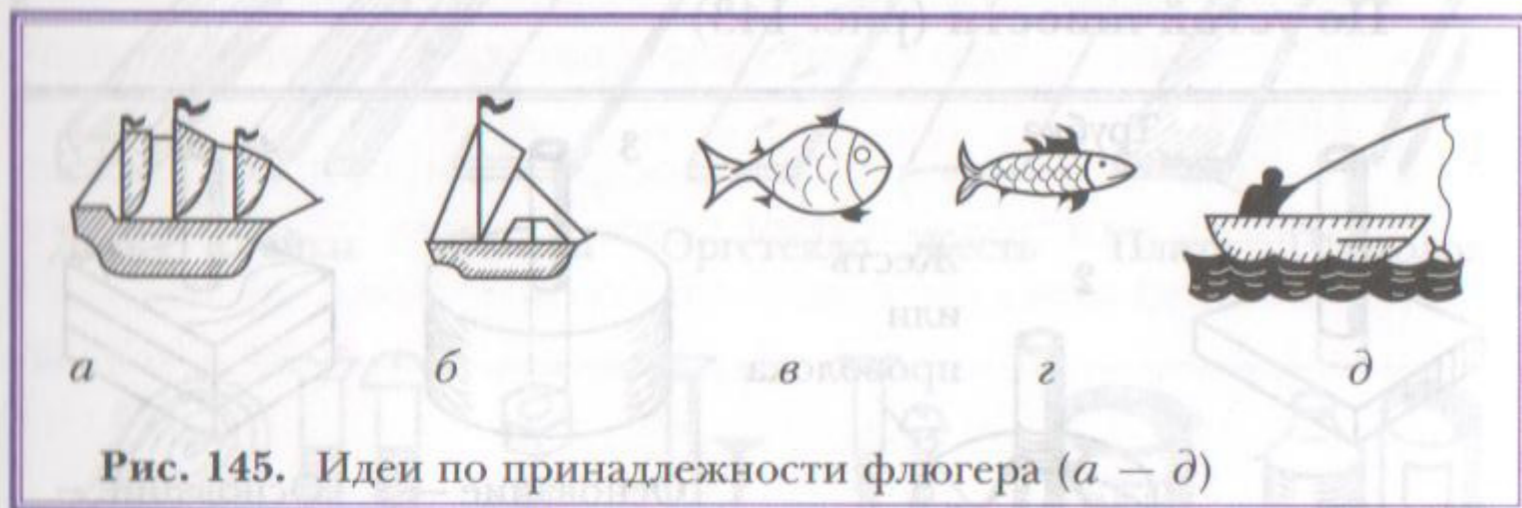

Рис. 145. Идеи по принадлежности флюгера (a – д)
**По принадлежности (узнаваемости) (рис. 145)**